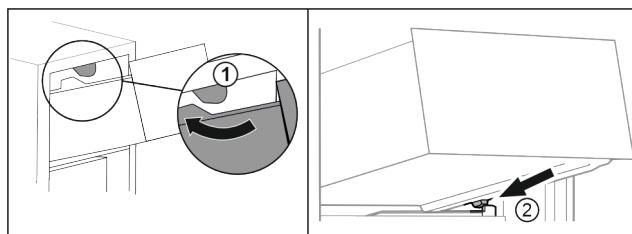

Fig. 65
- Обвесьте висувний ящик навколо верхнього стопора. Fig. 65 (1)
- Встановите висувний ящик за нижніми стопорами на ребро для резервуару навскоси. Fig. 65 (2)